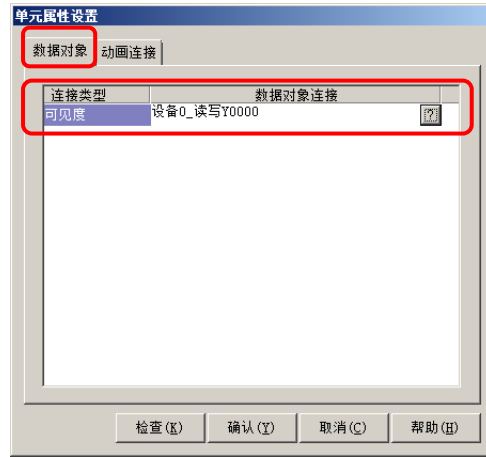

图 4.2.16
② **指示灯**：双击 Y0 旁边的指示灯构件，弹出“单元属性设置”对话框，在“数据对象”页，点击  选择数据对象“设备 0_读写 Y0000”，如图 4.2.16 所示。同样的方法，将 Y1 按钮和 Y2 按钮旁边的指示灯，分别连接变量“设备 0_读写 Y0001”和“设备 0_读写 Y0002”。